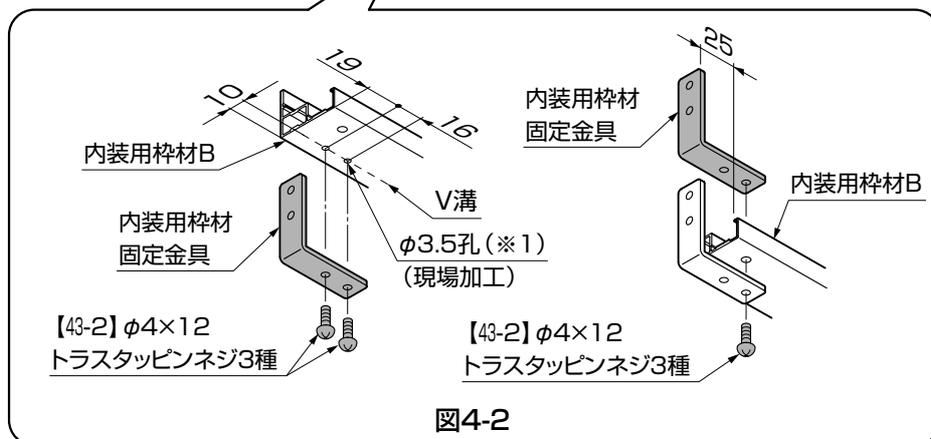

図4-2
- 内装用枠材固定金具の1つは内装用枠材Bより25mm出して取付けてください。もう一つの内装用枠材固定金具はφ3.5の孔(※1)を現場加工して取付けてください。(図4-2参照)
- ③ 棚受け金具を内装用枠材Bに【43-1】で取付けてください。